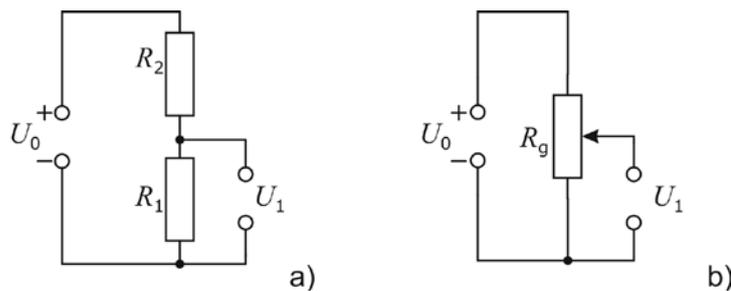

Abb. 5: Spannungsteiler aus (a) Festwiderständen und (b) Potentiometer (Regelwiderstand)
- 1.2.6. Messen Sie den Nennwiderstand des Potentiometers (R_0) auf der Grundplatine direkt mit dem Ohmmeter. Legen Sie an das Potentiometer die Betriebsspannung $U_0 \approx 5\text{ V}$ an und messen Sie diese mit dem Voltmeter. Stellen Sie daraufhin am Schleifer des Potentiometers die Teilerspannung $U_0/2$ ein. Belasten Sie den Spannungsteiler nacheinander mit den Widerständen R_1, R_2, R_3 und messen Sie die entsprechenden Teilerspannungen unter Last (vgl. Abb. 5 bzw. 6).
Die Teilerspannung U_1 eines Potentiometers (bzw. Spannungsteilers, Abb. 5) hängt nur vom Widerstandsverhältnis R_2/R_1 , ab. Das wird deutlich, wenn Gl. (20) wie folgt umgeschrieben wird